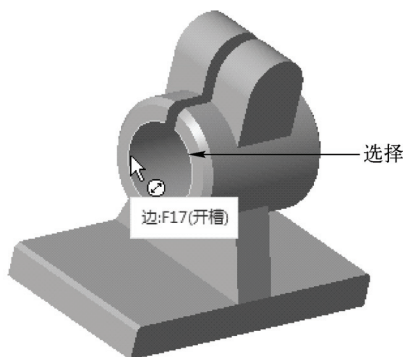

图 12-33 选择合适的边
STEP 03 弹出“测量：直径”工具栏，在模型合适的边上单击鼠标左键，如图 12-33 所示。